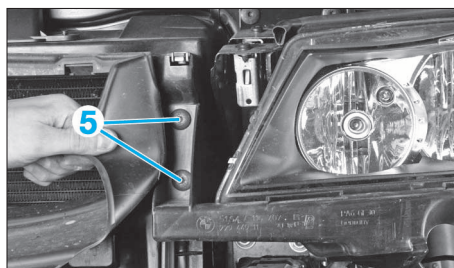
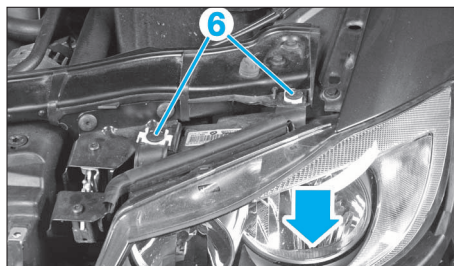

FIG. 35
FIG. 36
- Déposer les vis de fixation (5) (Fig.35) et (6) (Fig.36).